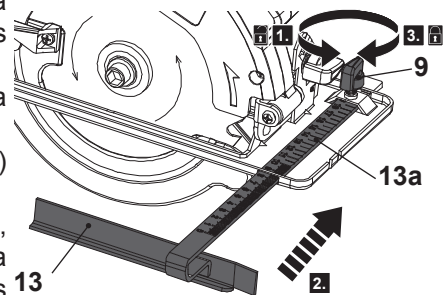

Fig. 3
1. Desaperte o botão de fixação da guia paralela (9) no sentido contrário ao dos ponteiros do relógio (Fig. 3, passo 1).
2. Alinhar a guia paralela (13) com a ranhura e inseri-la (Fig. 3, passo 2).
4. Fixar a guia paralela (13) na posição, apertando o botão de fixação da guia paralela (9) no sentido dos ponteiros do relógio (Fig. 3, passo 3).